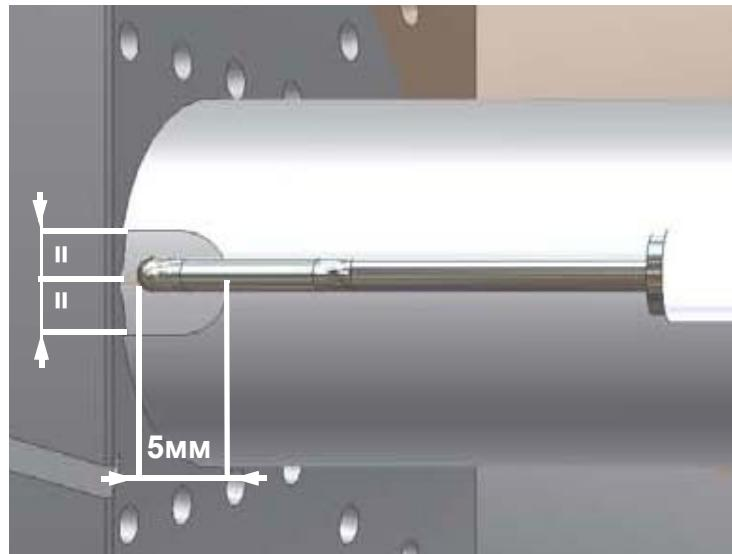

Рис. 20
- 2) отсоединить кабель (CE) электрода (E);
- 4) расслабить винт (B) опоры сопла, который крепит запальный электрод (E) на запальнике горелки (P);
- 5) вынуть электрод и заменить его, выдерживая размеры, указанные на Рис. 20.